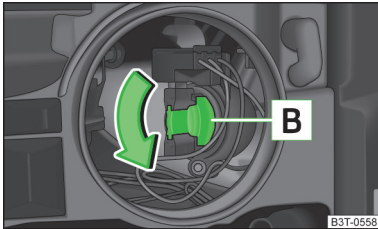

Abb. 201
- Den Sockel **B** » Abb. 201 bis zum Anschlag in Pfeilrichtung drehen.